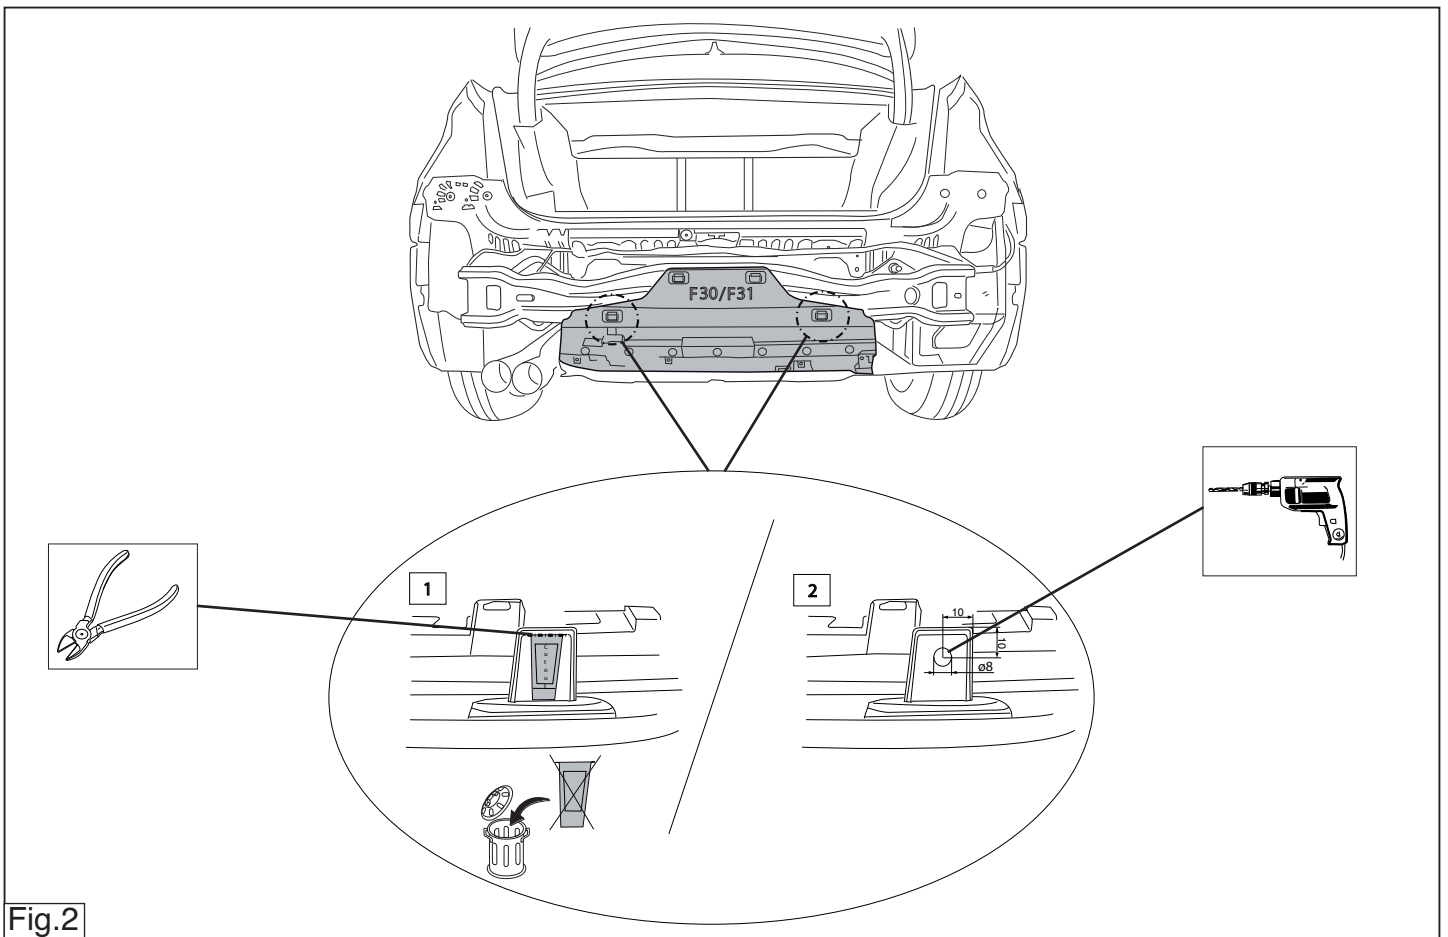

Fig.2
3. Drill the holes B (ø8mm) in the plastic cap. See fig. 2.
4. Boor in de kunststof kap de gaten B ø 8mm. zie fig. 2
3. Bohren Sie die Löcher B (ø 8 mm) in die Kunststoffkappe, s. Abb. 2.
- Perçer dans le capuchon en plastique les trous B ø 8 mm - voir fig.2.
- Borra hålen B (ø 8 mm) i plastkåpan. Se fig. 2.
3. Bor hullerne B 8mm i kunststofhætten. Jævnfør fig. 2.